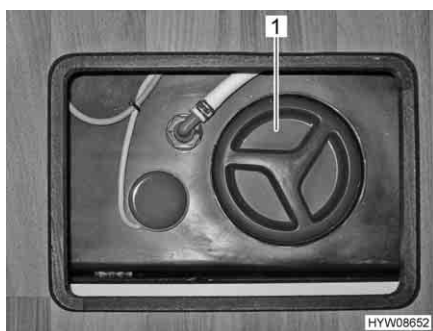

Fig. 169 Apertura per la pulizia (serbatoio delle acque grigie)
- A questo scopo aprire l'apertura per la pulizia (Fig. 169,1) per il serbatoio delle acque grigie e il rubinetto di scarico.